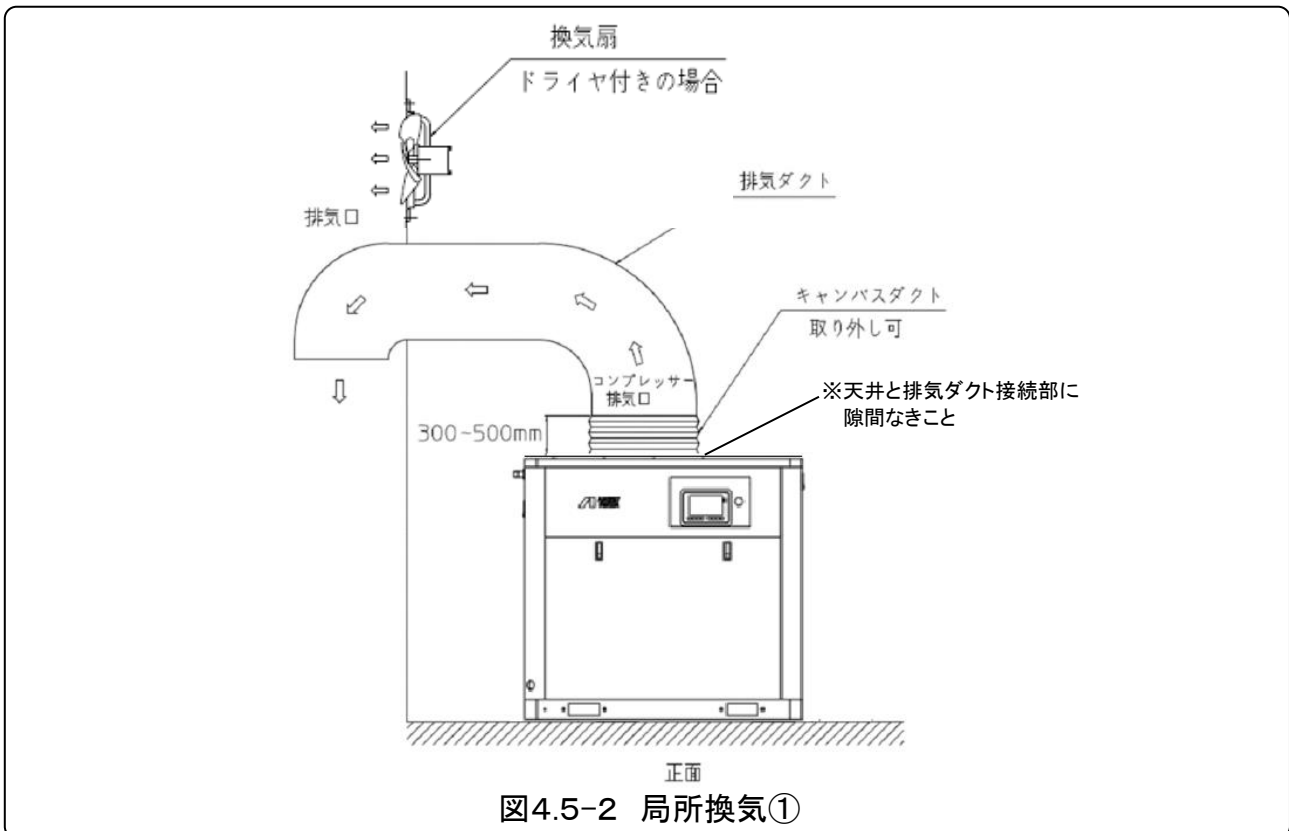

図4.5-2 局所換気①
- (1)局所換気①(排気ダクトを取り付ける)の場合は、ダクトの圧力損失をできるだけ少なくしてください。排気ダクト全体の圧力損失(表4.5-2の風量時)が20Pa(2mmAq)以下の場合は、出口側の換気扇は必要ありません。
- 局所換気①の設置例は図4.5-2をご参照ください。
- (2)ドライヤ付きの場合、ドライヤ排気口に排気ダクトを設けず、全体換気としてください。
- コンプレッサの天井と排気ダクト接続部に隙間を設けないでください。(図4.5-2 局所換気①)